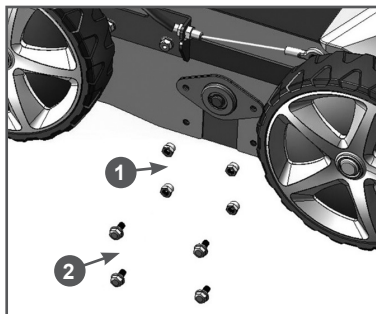

Рис. 26. Крепление опоры рабочего валика
4. Открутите гайки 1 крепления опоры рабочего валика к корпусу скарификатора и извлеките болты 2 (Рис. 26).